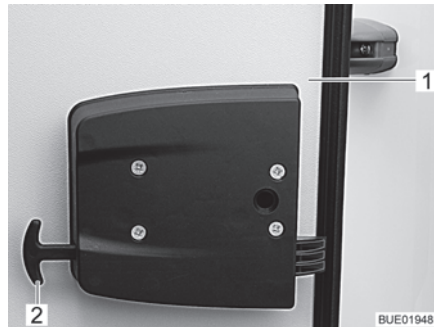

Fig. 40 Sbloccaggio di emergenza dello sportello del garage
- Tirare le due maniglie dello sbloccaggio di emergenza (Fig. 40,2).
- Spingere verso l'esterno lo sportello del garage (Fig. 40,1).